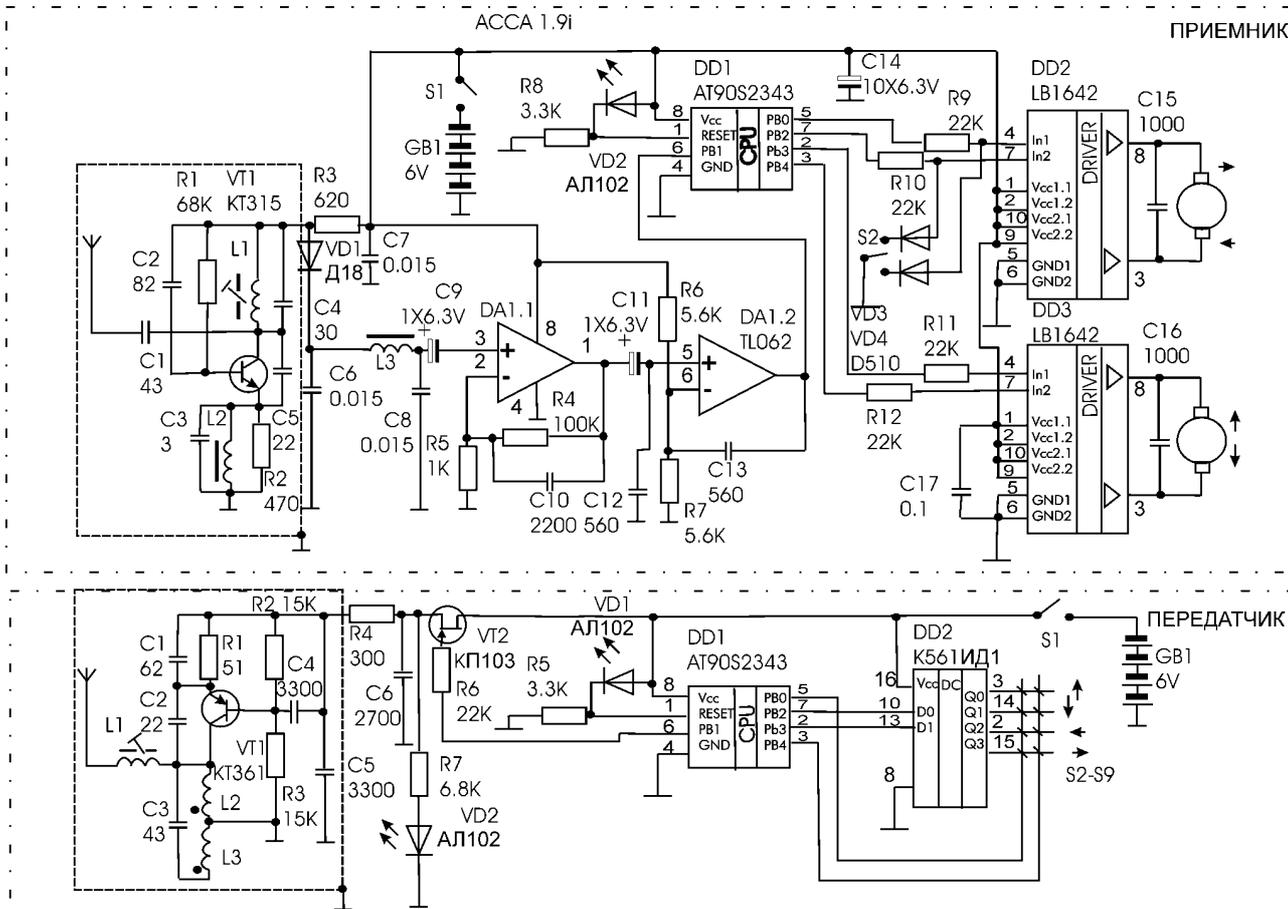

рис. 1
**Работа схемы передатчика.** На рис. 1 показана полная схема управления радио моделью, включающая и пе-